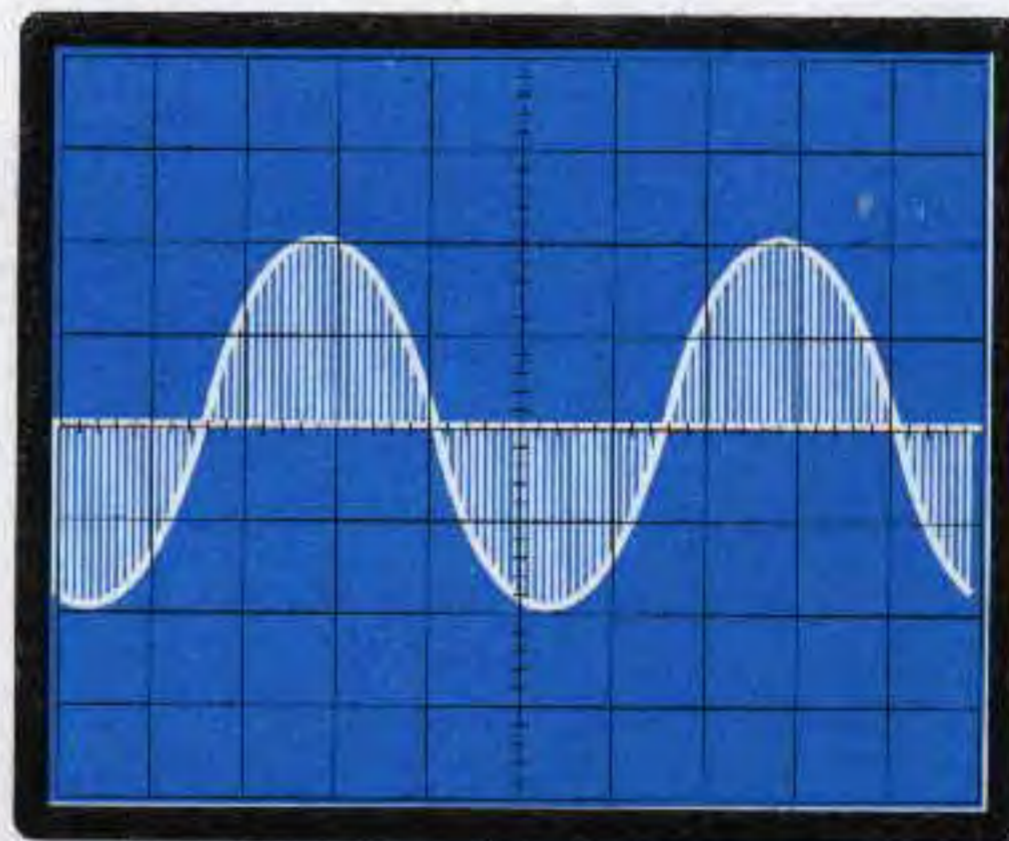

Fig.15 A questo punto dovete ruotare il cursore del trimmer R51 fino ad ottenere questa figura. Per tarare il trimmer R19 leggete quanto scritto nell'articolo.
- A questo punto ruotate il cursore del trimmer **R51** fino a quando non ottenete un segnale identico a quello visibile in fig.15.